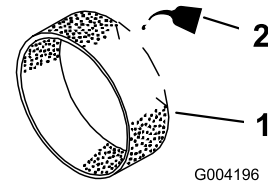

Figura 20
3. Ponga una o dos onzas (30-60 ml) de aceite en el pre-filtro (Figura 20).